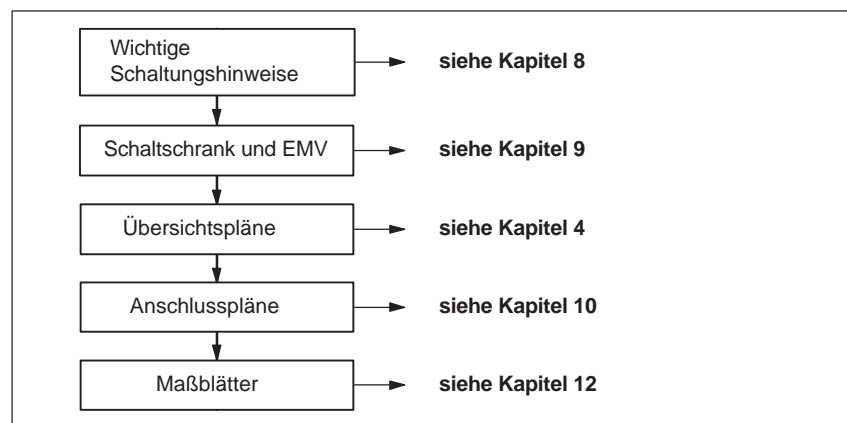

Bild 1-5 Anschlusskonfiguration
- Phase 2 Anschlusskonfiguration (siehe Bild 1-5)